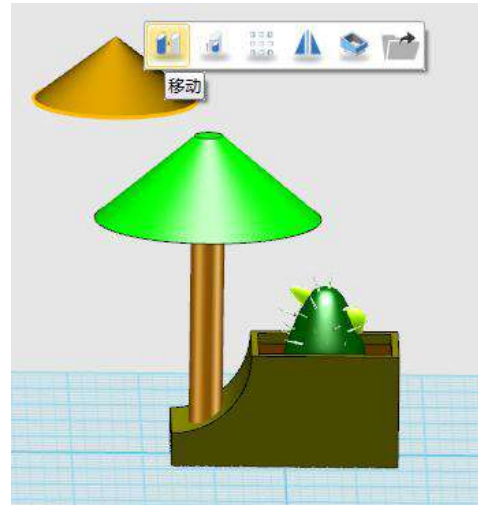

图 35 单击树尖并选择【移动】
(1) 如图 35 所示，单击要移动的圆锥实体，然后在弹出的浮动工具栏中选择【移动】。